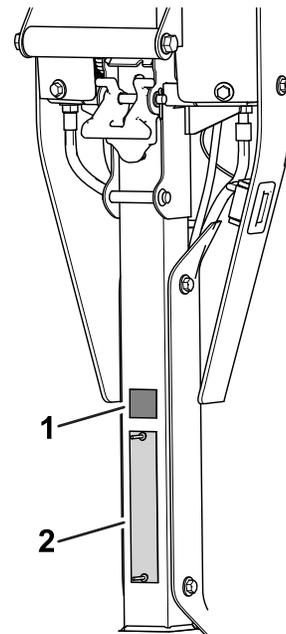

Figura 6
- Coloque la pegatina CE/UKCA debajo de la placa del número de serie (Figura 6).